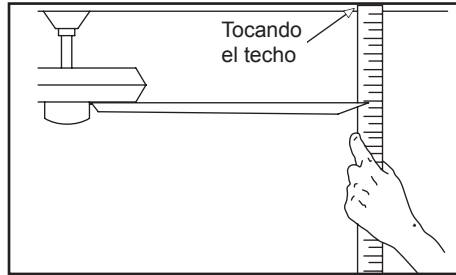

Figura 17
2. La mayoría de los problemas de oscilación del ventilador se deben a que las aspas no están al mismo nivel. Verifica este nivel seleccionando un punto en el cielo raso sobre la punta de una de las aspas. Mide desde un punto en el centro de cada aspa al punto en techo. Mide esta distancia como muestra la Figura 17. Gira el ventilador hasta que la siguiente aspa quede en posición para medir. Repite el procedimiento para cada aspa. Las desviaciones de la medición no deben pasar de 1/8" (3.2 mm). Enciende el ventilador por 10 minutos.